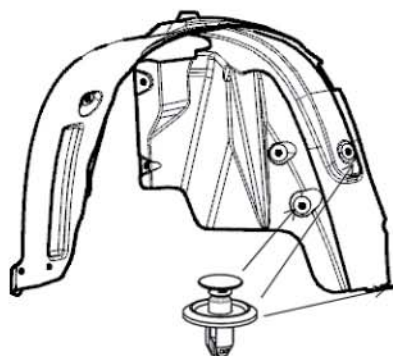

图 2-13 左后轮挡泥板子母扣
- (2) 将左后轮挡泥板位于后保险杠上的 1 个子母扣和与车身连接的 3 个子母扣用一字螺丝刀取下，如图 2-13 所示；